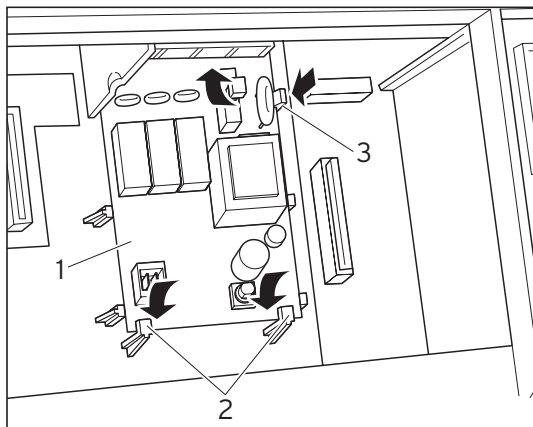

Fig. 3.1 Printkortet klikker fast
- Skyd printkortet (1) ind under holdetungerne (2) (se fig. 3.1).
ringerne i holderne (3) (fig. 3.1), indtil print-